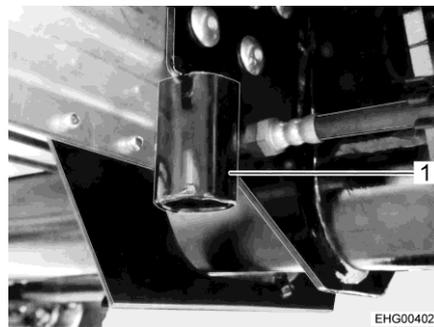

Bild 158 Aufnahme für Wagenheber
- ▷ Zum Ansetzen der Hebebühne die Aufnahmen für Wagenheber (Bild 158,1) unter dem Achsbock (vor dem Achsrohr) verwenden.